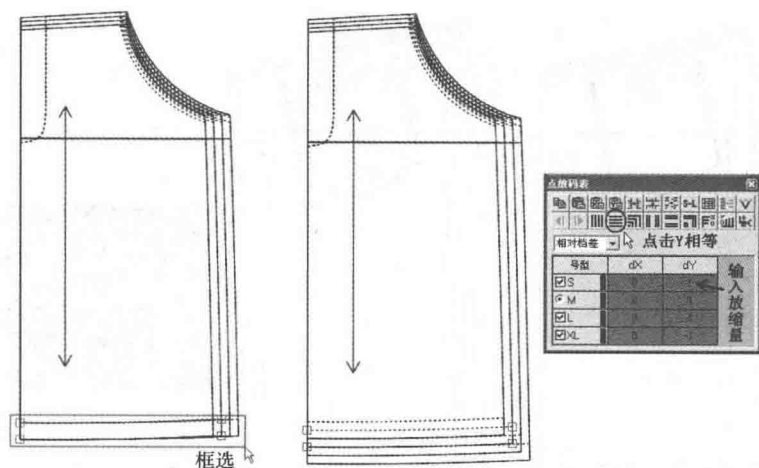

图5-41 前片下摆线放缩效果图
(11) 用 【选择纸样控制点】工具框选前片下摆线，在【纵向放缩】栏输入放缩量 1cm，然后点击 Y 相等（图 5-41）。